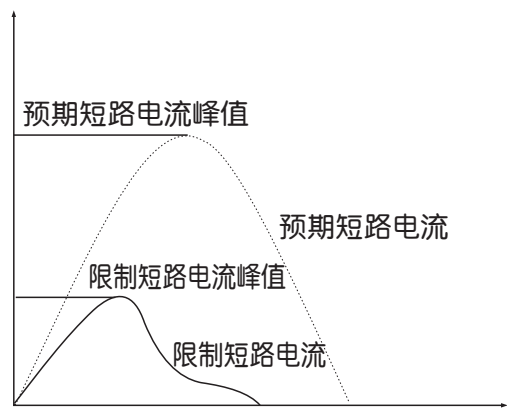

图1
- 断路器具有高限流能力,从而较大幅度地限制了短路造成的破坏性能量,其限流特性见图1。